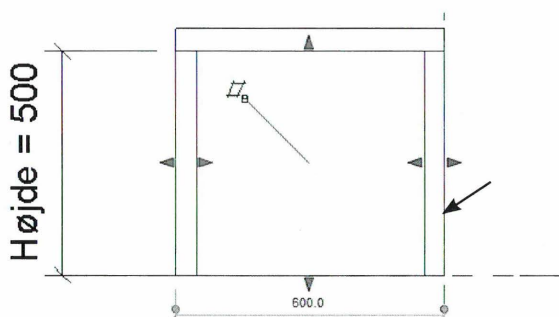

Fig. 06.11. Marker boksen og tryk HH på tastaturet.
- Marker boksen (Fig. 06.11) og tryk *HH* på tastaturet for at skjule boksen, så vi lettere kan få fat i låget.